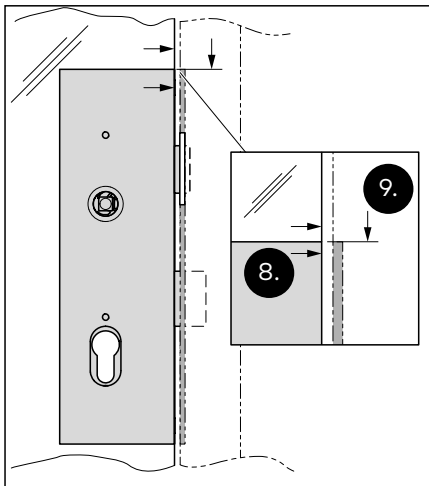

Abb. 17 Die Schlosstasche und die Falle ausrichten
8. Die Schlosstasche senkrecht bündig an der Glaskante ausrichten (Abb. 17).